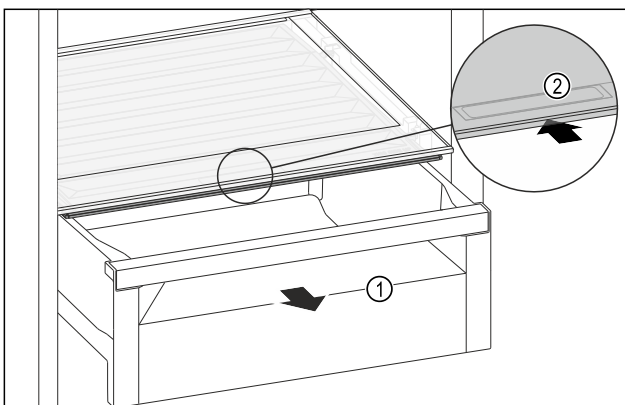

Fig. 188
- Schubfach Fig. 188 (1) herausziehen.
- Griffmulde Fig. 188 (2) am Fachdeckel anfassen und Fachdeckel gleichzeitig nach hinten schieben.